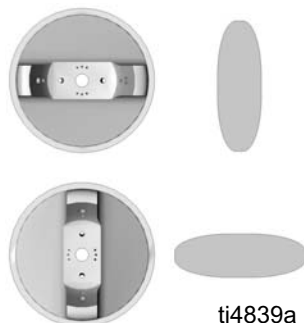

Рис. 2
1. Для получения необходимой формы распыла поворачивайте воздушную головку. См. Рис. 2.